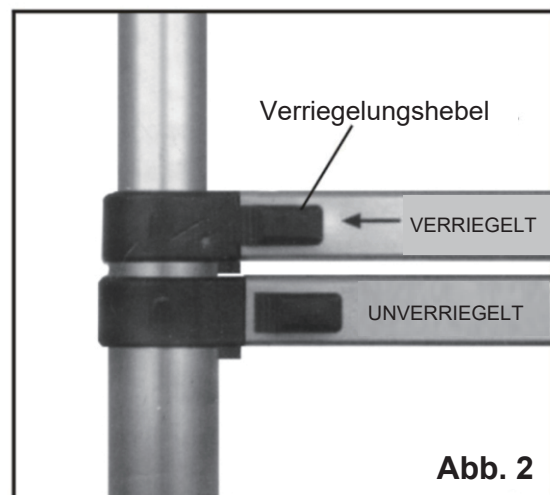

**Abb. 2**
- Wenn sich die Tasten in der Nähe der Seitenholme befinden, ist dieser Teil der Leiter verriegelt oder nicht (siehe Abb. 2).
- Quando i pulsanti si avvicinano agli staggi laterali, questa sezione della scala è bloccata in posizione oppure no (vedi Fig. 2).